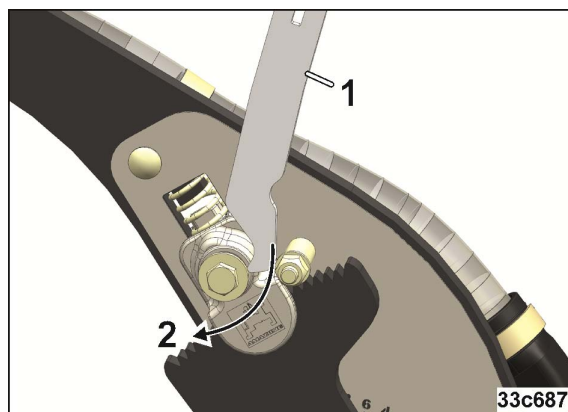

Рис. 149
2. Вложите инструмент (Рис. 149/1) в приспособление для регулировки (Рис. 149/2).